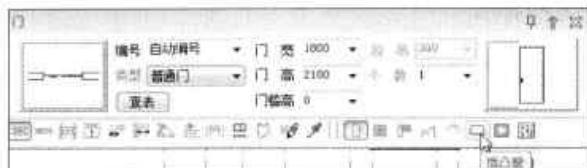

图16-87 单击“插凸窗”按钮
**Step 23** 执行“门窗”命令，在“门”对话框中，单击“插凸窗”按钮，如图 16-87 所示。